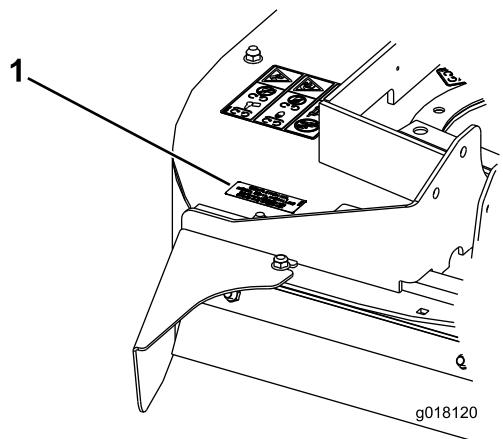

図 17
- 19. 製品識別デカルを、刈り込みデッキの上面のシリアル番号プレートの近くに貼り付ける（図 16と図 17）。デッキの表面をきれいに拭いてから貼り付けること。